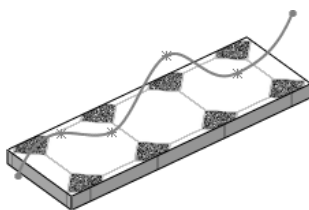

图 11.2.11 引入地板
Step2. 引入地板。在“打开”对话框中选择 D:\sw18.1\work\ch11.02.02\floor.SLDPRT, 然后单击对话框中的 **打开** 按钮, 单击 ☒ 按钮, 将零件固定在原点位置, 如图 11.2.11 所示。